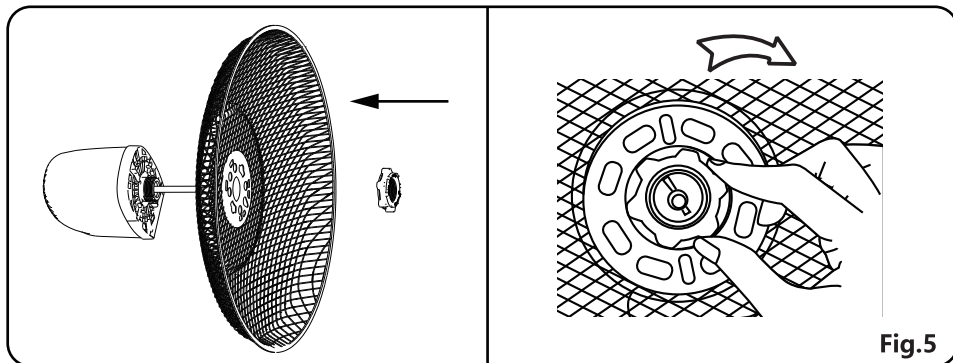

Fig.5
1. Afloje el rotor y la tuerca de la rejilla y retírelos. Instale la cubierta trasera del motor asegurándose de que la agarradera quede en la parte superior. Apriete la tuerca en el sentido de las agujas del reloj.(Fig. 5)